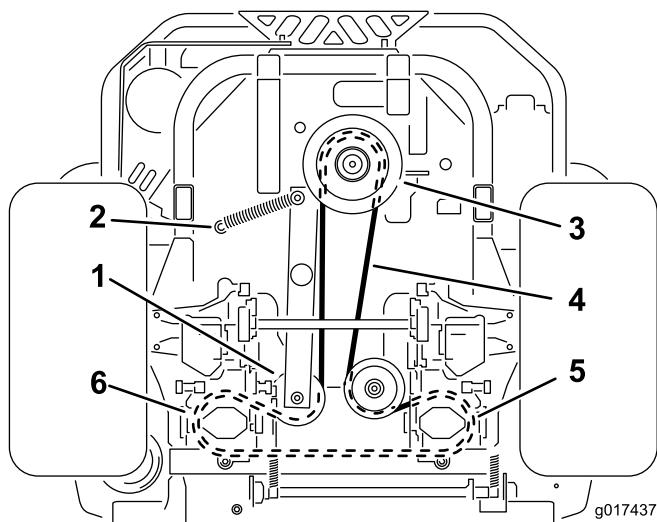

Figura 59
- Sollevate la macchina e sostenetela su cavalletti (Figura 59).
- Staccate la molla di tensione dal perno di ancoraggio (Figura 59).